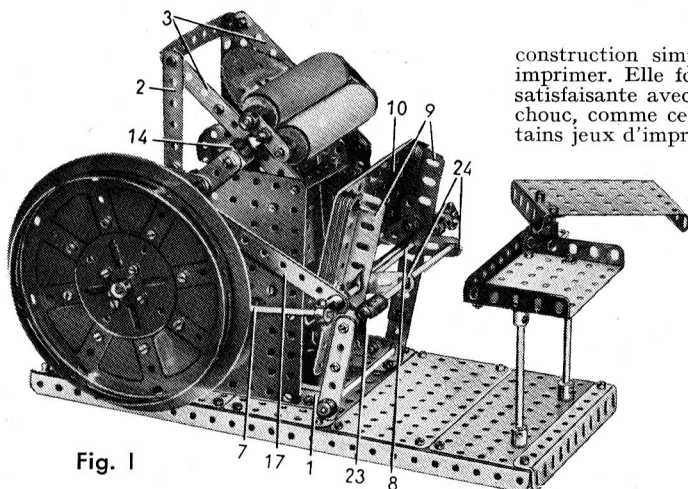

Fig. 1
La base du modèle est formée de cinq plaques sans rebords de 14 x 6 cm. juxtaposées sur deux cornières de 25 trous. Une cornière de 11 trous est, en outre, boulonnée à chaque extrémité. Le bâti de la machine est constitué par deux plaques sans rebords de 14 x 9 cm. fixées à des cornières de 9 trous (1) boulonnées sur la base (fig. 1). Chacune des plaques est surmontée d'une cornière de 7 trous (2), qui la dépasse